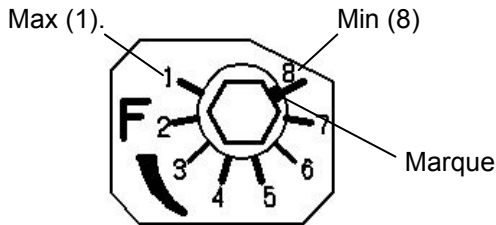

Fig.6 Valve d'ajustement de la résistance à la flexion
Commencer par le réglage de la flexion. La valve de réglage se situe sur le côté droit du genou. Comme illustré Fig.6, il y a 8 graduations autour de la valve, numérotées du 1 à 8. La valeur (1) correspond à une résistance maximum, la valeur (8), au minimum.